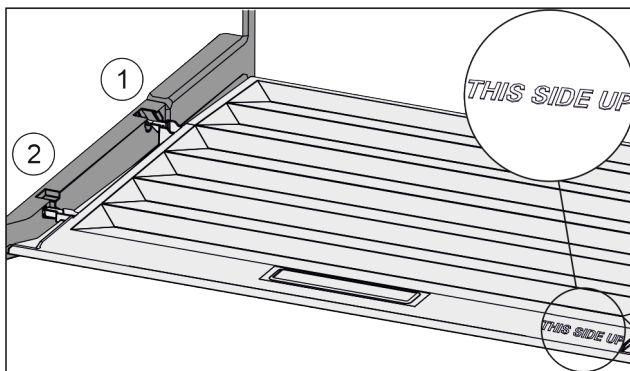

Fig. 103
- ▶ Deckelstege über Öffnung der hinteren Halterung Fig. 103 (1) einführen und vorne in Halterung Fig. 103 (2) einrasten.